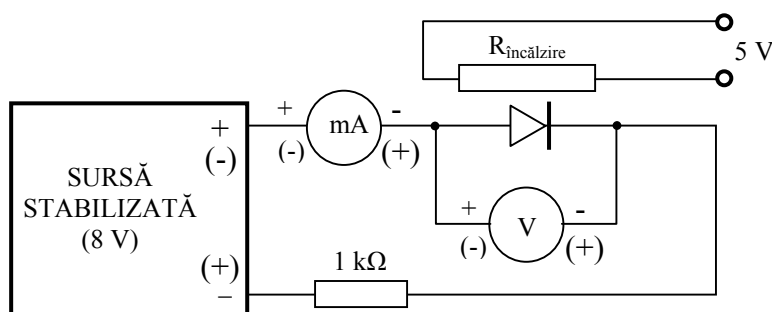

Fig. 7 Montajul experimental pentru studiul dependenței de temperatură
1. Se conectează circuitul din fig. 7 folosind o diodă cu germaniu. Se observă tensiunea directă și curentul. Se înregistrează valorile în Tabelul 3.
6. Se inversează polaritatea alimentării pentru schema din fig. 7 cu dioda cu germaniu și se inversează conectarea aparatelor de măsurare. Se folosește microampermetrul.